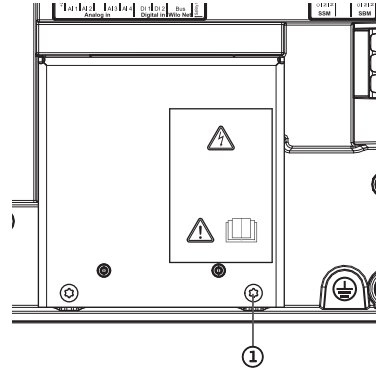

Fig. 114: EMU koruyucu sac
4. EMU koruyucu sacın cıvatalarını gevşetin (Fig. 114, Poz. 1) ve koruyucu sacı çıkarın.